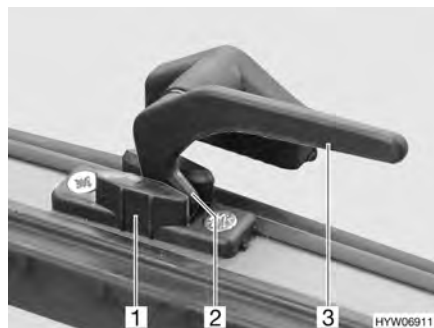

Fig. 59 Levier de verrouillage en position "Aération permanente"
- En position "Aération permanente" (Fig. 59)
- Tourner le levier de verrouillage (Fig. 59,3) d'un quart de tour vers le centre de la fenêtre.
- Tourner le levier de verrouillage d'un quart de tour vers le cadre de la fenêtre. Le tenon de verrouillage (Fig. 59,2) doit pénétrer alors dans le logement prévu à cet effet dans le verrouillage de fenêtre (Fig. 59,1).